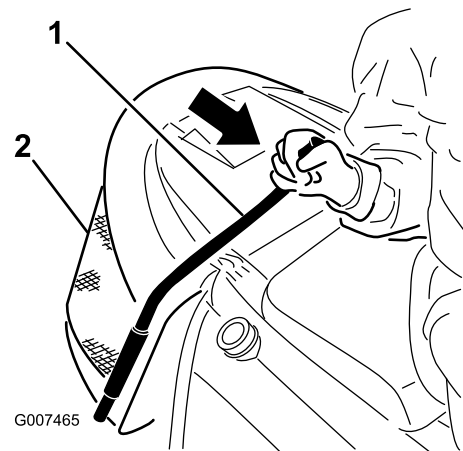

Bild 16
2. Ziehen Sie die Heckfangsystemstange nach vorne, um den Grasfangkorb zu kippen (Bild 16).